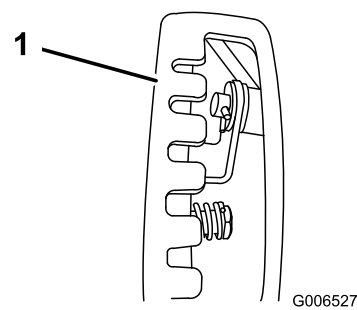

Figure 8
**Remarque:** Pour faciliter l'installation, regardez par l'ouverture du sélecteur de vitesses (Figure 8).